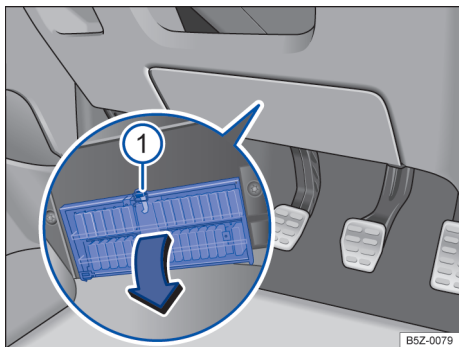

Fig. 133 No lado do condutor embaixo do painel de instrumentos: abrir a cobertura da caixa de fusíveis.
- *Abrir*: pressionar a alavanca de travamento → Fig. 133  até que a cobertura se abra.